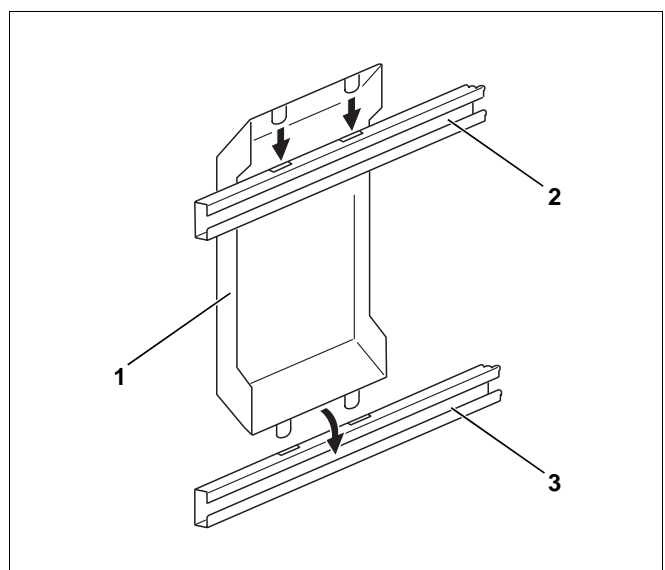
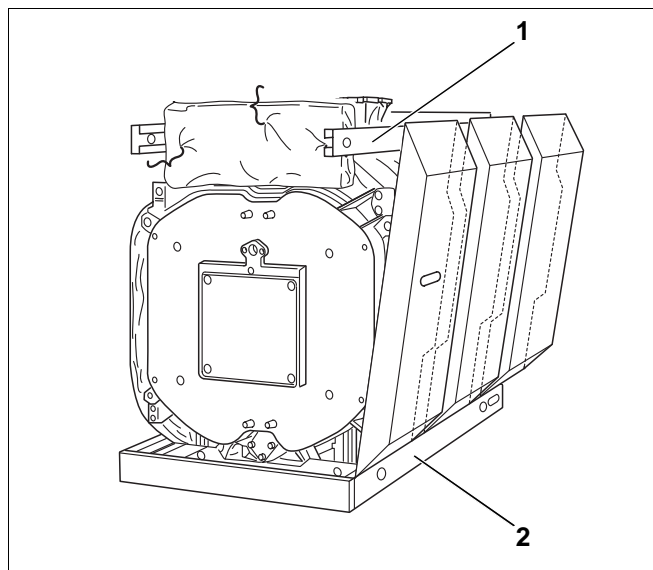

Рис. 41
Рис. 42
- Нижнюю отбортовку первой боковой стенки (рис. 41, поз. 1) вставить за нижнюю продольную траверсу (рис. 41, поз. 3), немного приподнять и вставить крюки в прорези верхней продольной траверсы (рис. 41, поз. 2) (см. также рис. 42).
- Остальные боковые стенки нижней отбортовкой вставить за нижнюю продольную траверсу (рис. 42, поз. 2), немного приподнять и навесить верхней отбортовкой на верхнюю продольную траверсу (рис. 42, поз. 1).